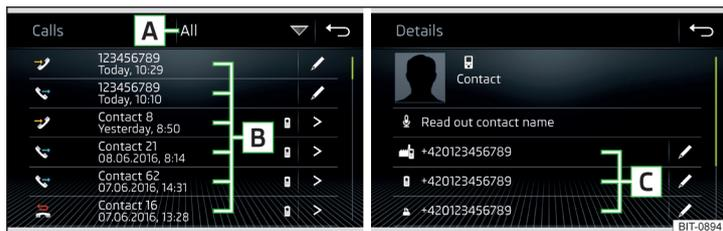

Fig. 144 Lista de llamadas / detalle del contacto
- En el menú principal *Teléfono* pulse la superficie funcional , se muestra una lista de llamadas » fig. 144.
- > Visualización del detalle del contacto » fig. 144